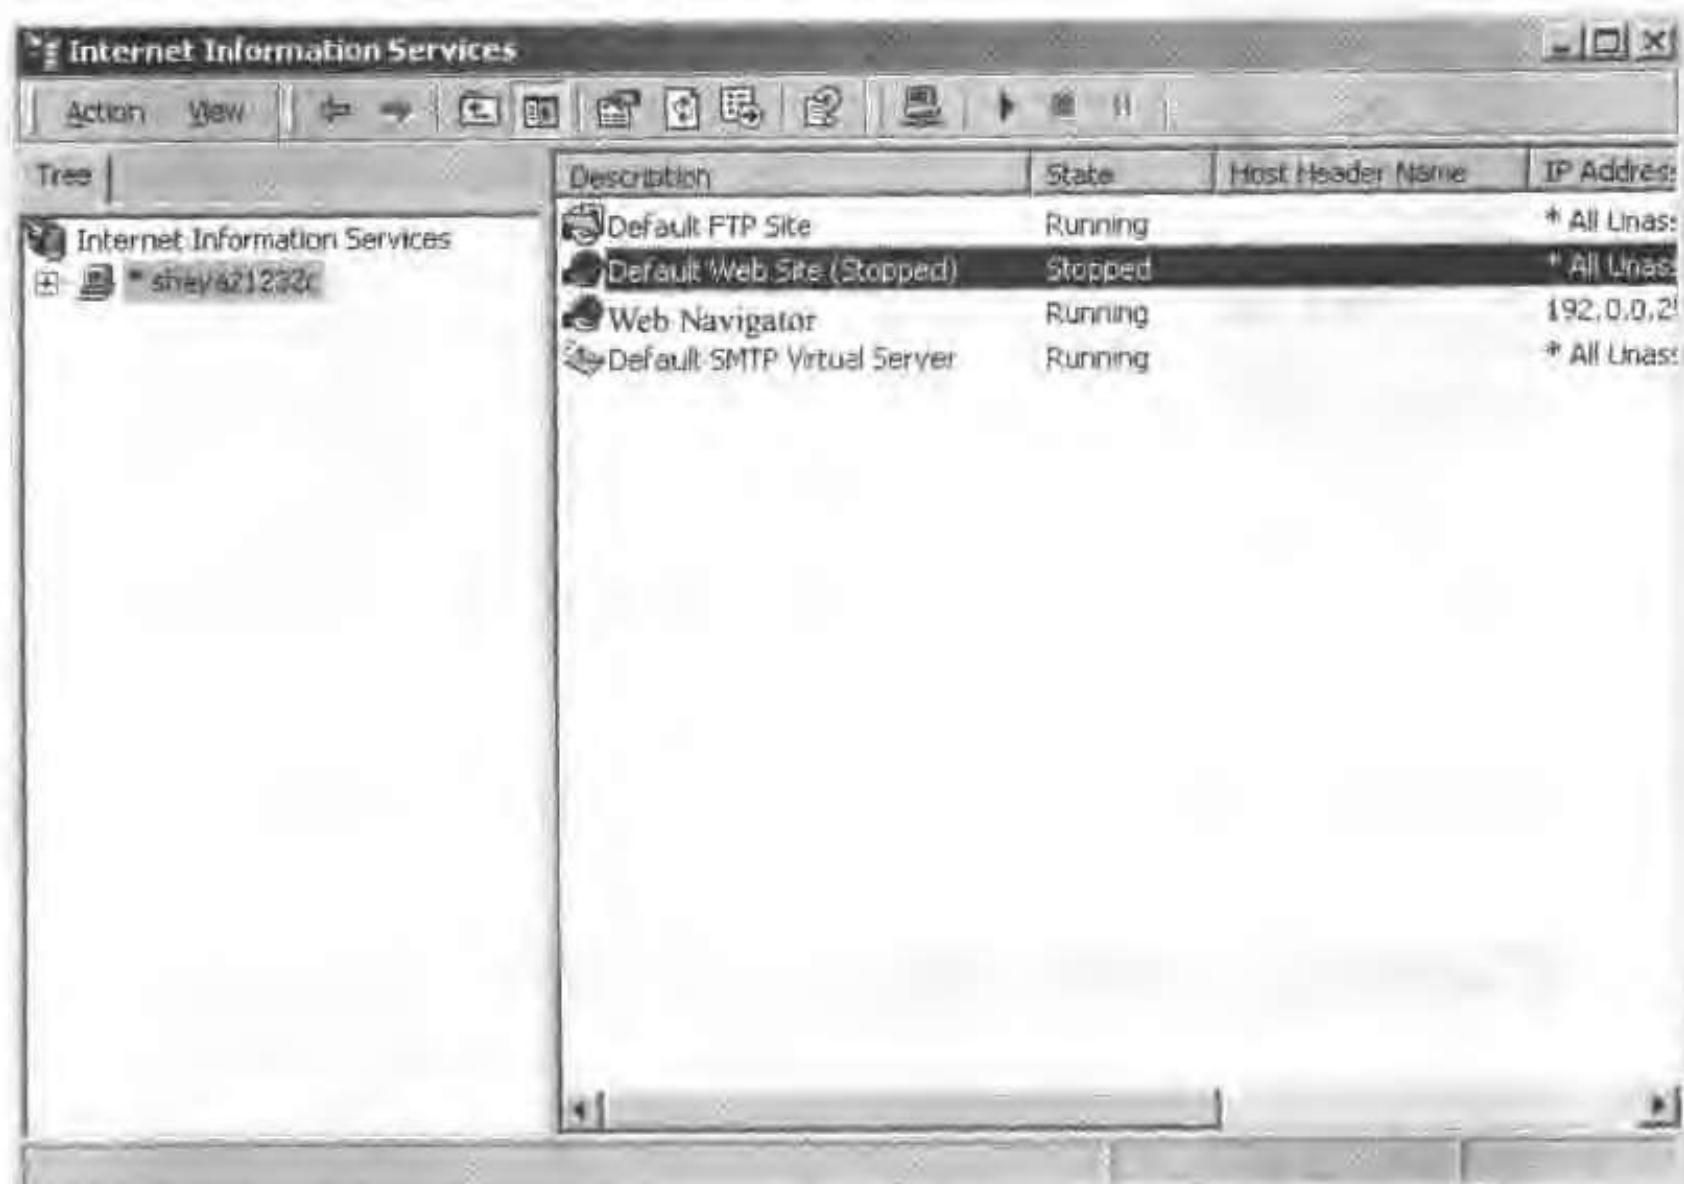

图 15-16 Web IIS 服务启动检查
- 在导航窗口中选择计算机。在 Windows XP 中,子文件夹 Web Sites 必须被选中。数据窗口将显示相应的 Web Sites。检查 Web Sites 的信息,Stopped 显示在期望站点的旁边,如图 15-16 所示。例如 Web Navigator,当 Web Site 需要启动时,通过右击 Web Site,选择快捷菜单中的 Start 命令。